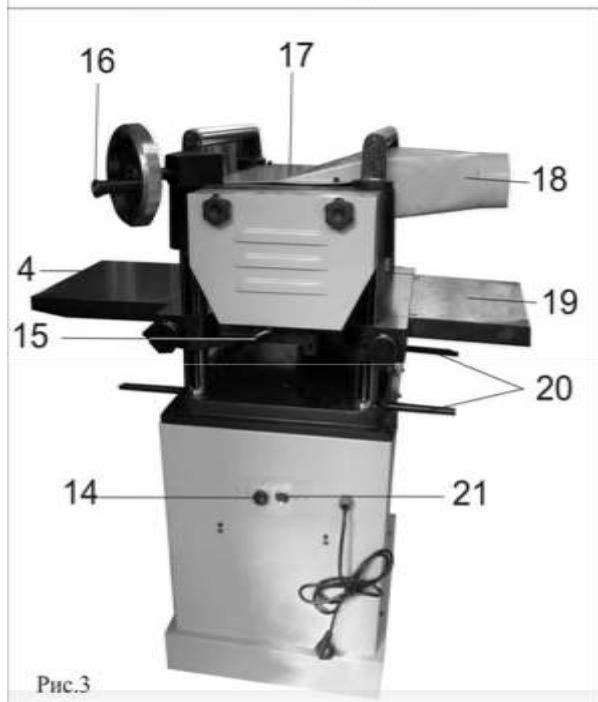

Рис.3
11.2. Станок оборудован патрубком пылесборника (18), Рис.3, для удаления стружки и древесной пыли, к которому перед началом работы необходимо подсоединить и закрепить шланг пылесоса для сбора стружки и древесной пыли (см. раздел 13).